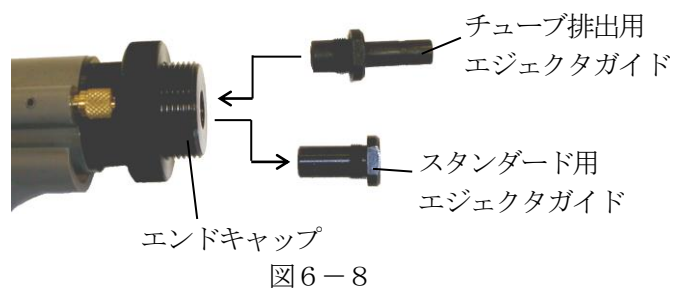

図6-8
- ② エジェクタガイドをスパナで取外し、チューブ排出用エジェクタガイドと交換して下さい。（図6-8）